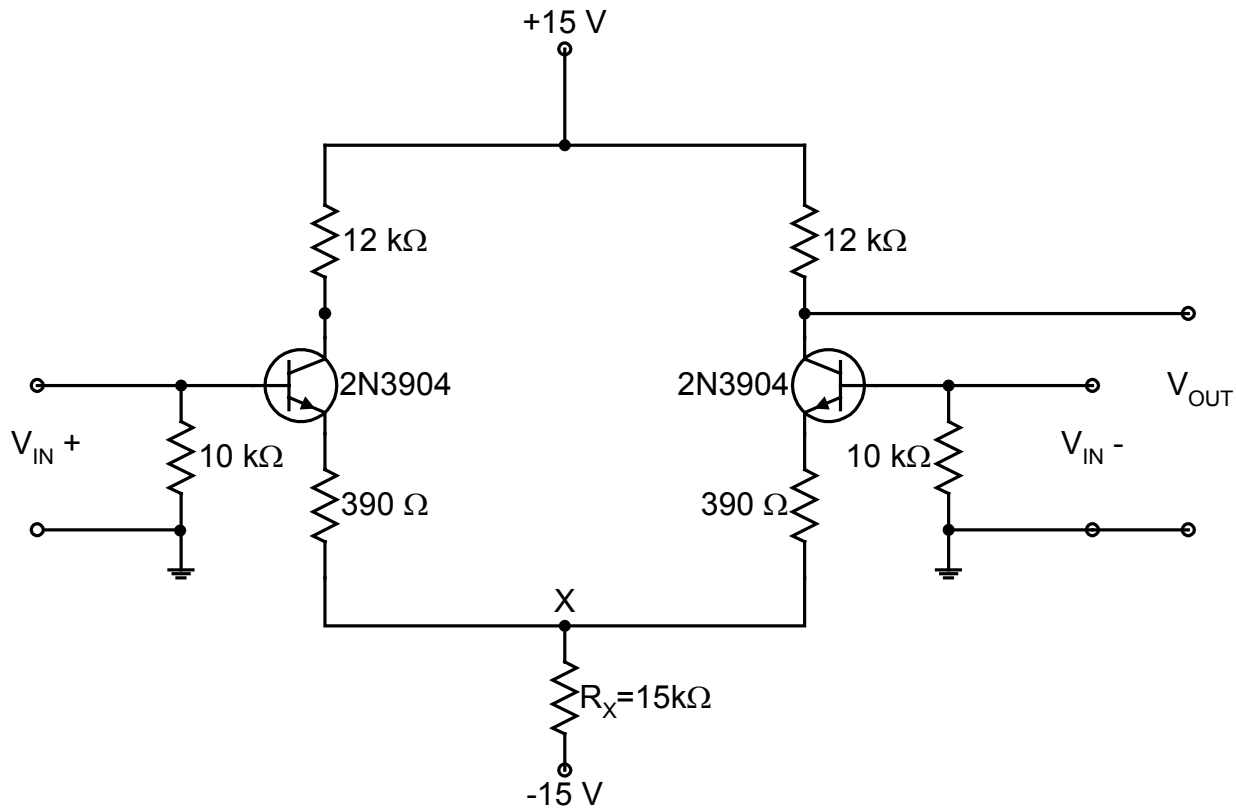

Figura 2. Amplificador diferencial para el experimento 2.
1. Construya el amplificador diferencial de la Figura 2. Conecte una señal de 1 kHz a las dos entradas  $V_{in}^+$  y  $V_{in}^-$ . Mida la ganancia de modo común: